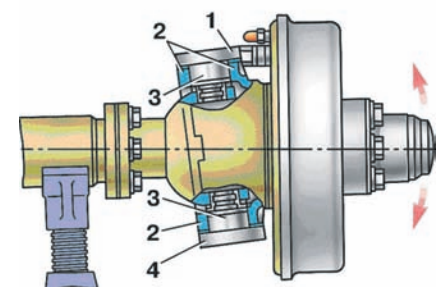

Рис. 2. Перевірка регулювання шворнів: 1 – верхня накладка; 2 – регулювальна прокладка; 3 – шворніть; 4 – нижня накладка
5. Перевірте осьовий зазор шворнів, для чого покачайте руками корпус поворотного кулака вгору і вниз (рис. 2)
6. Відверніть гайки шпильок кріплення важеля 1 (див. рис. 1) поворотного кулака або болти кріплення верхньої накладки 1 (див. рис. 2) і зніміть важіль або верхню накладку шворня.